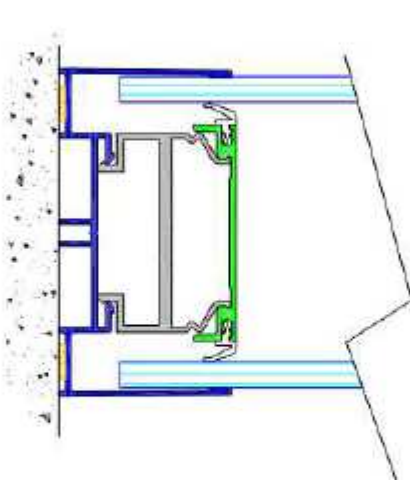

**Fig. 6** Placer les poteaux d'angles contre les lisses sans jeu (uniquement Partition Evolution).
- Placer les poteaux d'angle avec leurs équerres contre les lisses sans laisser de jeu fig. 6 & 7.